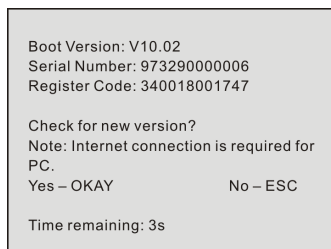

Figura 7-6
2. Si se encuentra una versión más reciente, aparecerá una pantalla similar a la Figura 7-6.